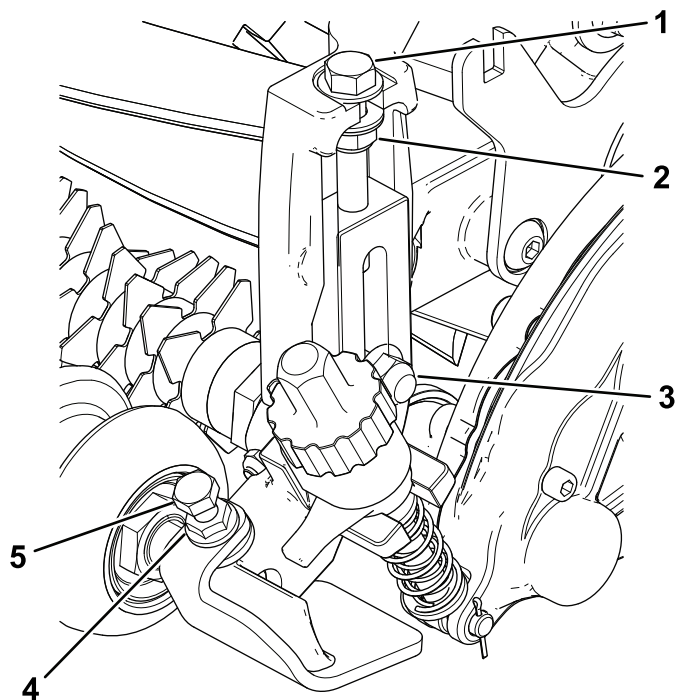

Bild 12
Schneidhöhenhalterungen an der Seitenplatte befestigt sind (Bild 12).
5. Ziehen Sie die Sicherungsmutter an der Schnitthöhen-Einstellschraube fest, und lösen Sie die Mutter dann wieder um eine halbe Umdrehung (Bild 12).
6. Zentrieren Sie die Frontrolle zwischen den Schnitthöhenhalterungen (HOC) und arretieren Sie sie mit den Kopfschrauben und Bundmuttern an den Halterungen (Bild 12).